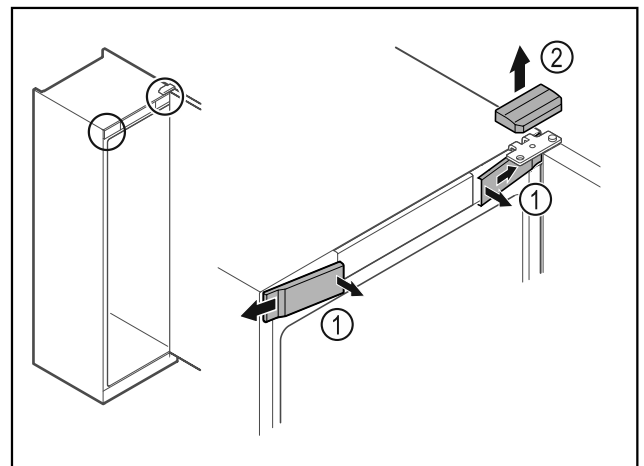

Fig. 16
- ▶ Trekk de innvendige dekslene foran Fig. 16 (1) ut av stilling, og ta dem av sidelengs.
- ▶ Trekk det øvre dekselet Fig. 16 (2) opp og av.